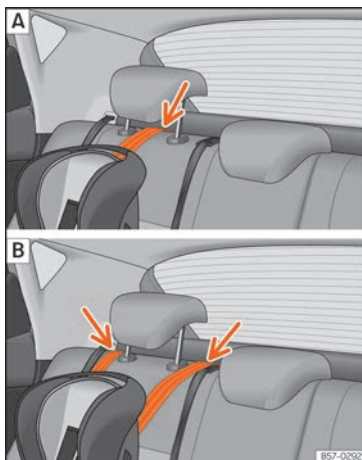

Fig. 37 Sangle de fixation : réglage et montage en fonction de la ceinture Top Tether.
- Placez la courroie sous l'appuie-tête du siège avant » **fig. 37** (en fonction des instructions du siège, relevez ou retirez l'appuie-tête si nécessaire).